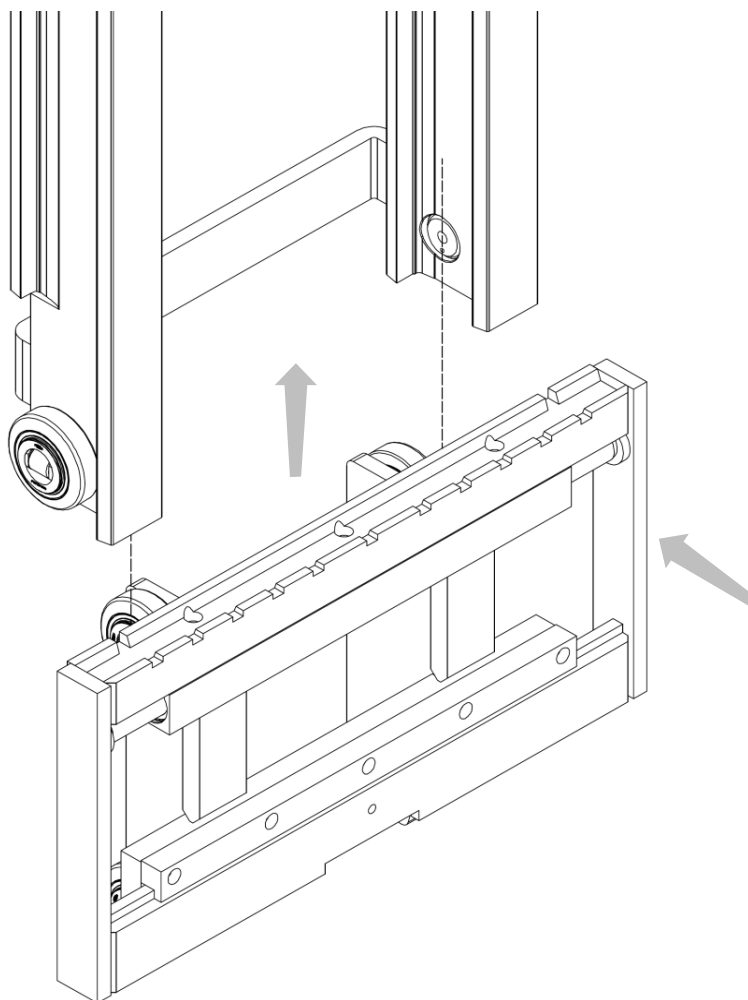

Figura 10
5. Installare l'attrezzatura nel montante infilando i rulli nelle apposite guide di scorrimento e fissare le catene nei fori delle spalle secondo le modalità previste dal costruttore del montante (vedi *Figura 10*).